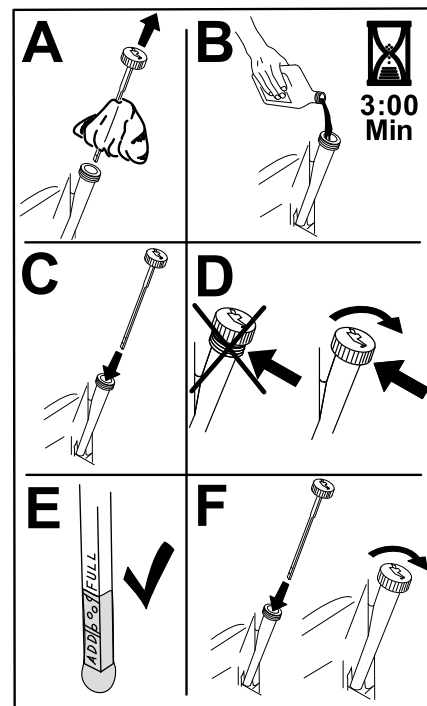

Figura 33
5. Vierta lentamente un 80% aproximadamente del aceite especificado por el tubo de llenado, luego añada lentamente el resto del aceite hasta que llegue a la marca de **Lleno** (Figura 33).
3. Llene el cárter con el tipo correcto de aceite nuevo (Figura 33).